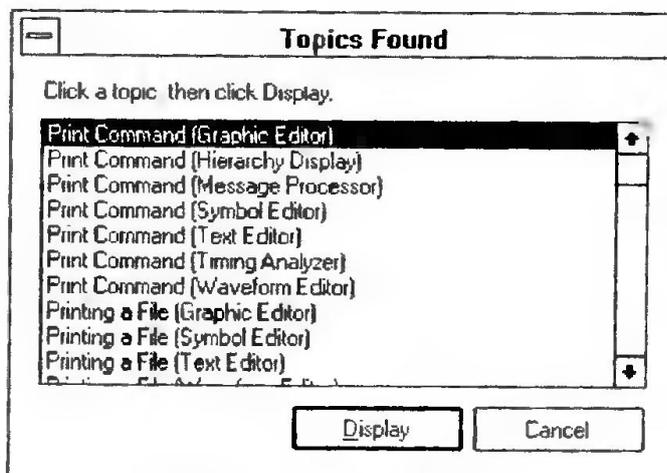

Рис. 2.4
3. Щелкните кнопку 1 на ключевом слове для его выделения и нажмите кнопку **Display** или дважды щелкните на выделенном ключевом слове кнопкой 1 для перехода к справке, связанной с ним. Если с этим словом связано несколько справок, то они отображаются в диалоговом окне **Topics Found**, как показано на рис. 2.4.